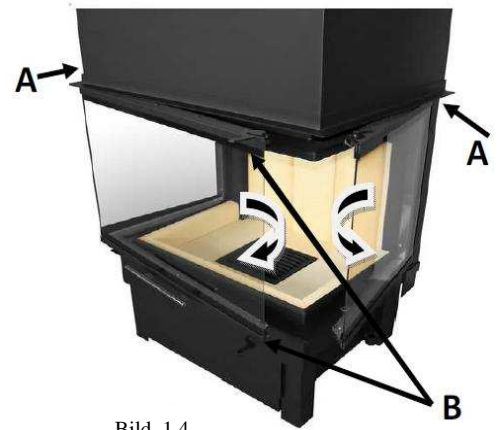

Bild. 1.4.
- mit ``kaltes Hand`` die Zünglein, der Sichern Aufhebung Mechanismus um 90 Grad auf sich verschieben. Die Sicherung finden sich ganz über dem oberen Türrahmen Rand – in verschließen Position. (Bild. 1.4 – A)
- mit ``kaltes Hand`` die Zünglein B, um 90 Grad auf sich verschieben – die auf der rechte Ecke oben und unten sich finden. (Bild. 1.4 – B)